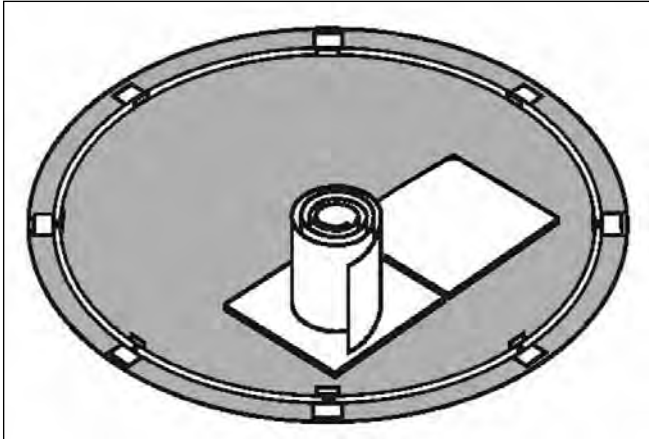

Abb. 19
- Packen Sie die aufgerollte Beckenwand aus und stellen Sie sie an der Stelle auf das Sperrholz, an der Sie den Skimmer installieren müssen. (Abb. 19) Denken Sie daran, dass die Skimmer- und Wasserrücklauföffnungen an die Stelle gesetzt werden, an der Sie die Wandmontage begonnen haben.